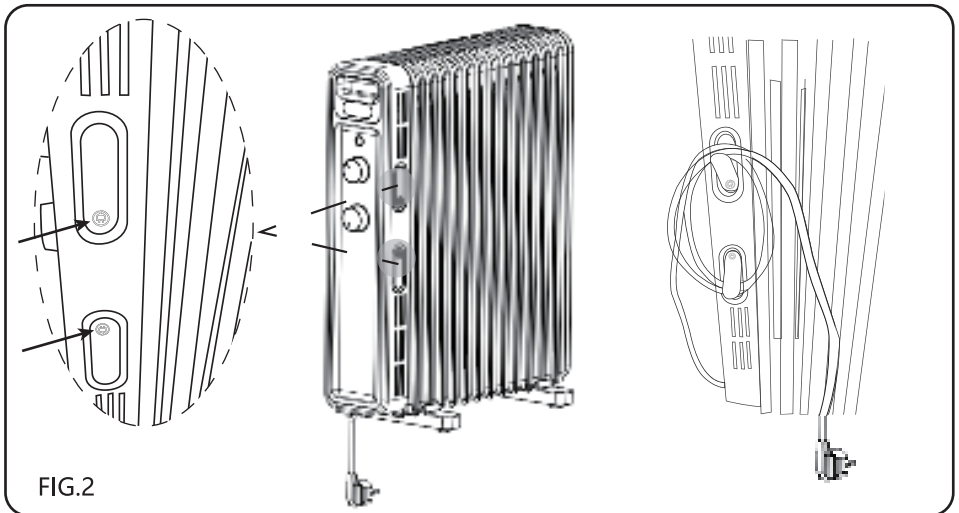

FIG.2
4. Utilice el almacenamiento del cable para enrollar el cable tras cada uso.(FIG.2)
4. Do przechowywania przewodu po użyciu należy użyć urządzenia do zawijania przewodu.(FIG.2)